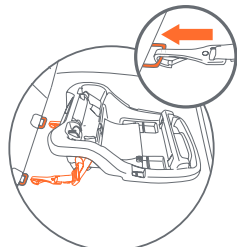

Fig. 49-1
4. Retire los conectores **LATCH** de su posición de almacenamiento dentro de la base (Fig. 48-1). Coloque la base apuntando hacia atrás en un asiento del vehículo que apunte hacia delante como se indica en la (Fig. 49-1).